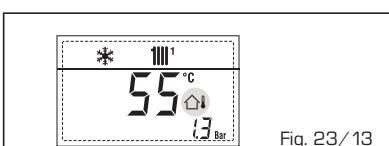

Fig. 23/13
- **INTERVENÇÃO TERMÓSTATO DE SEGURANÇA PRIMEIRA ZONA MISTURADA "ALL 20" (fig. 23/14)**